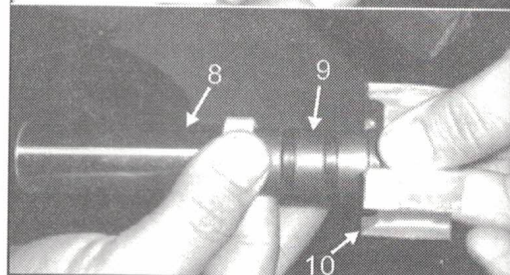

Рис. 5.15d
ВАЖНАЯ ИНФОРМАЦИЯ! Не разбирайте магниты (9), поскольку они собраны в определенной последовательности с соблюдением полярности, поэтому их нельзя трогать (рис. 5.15d).